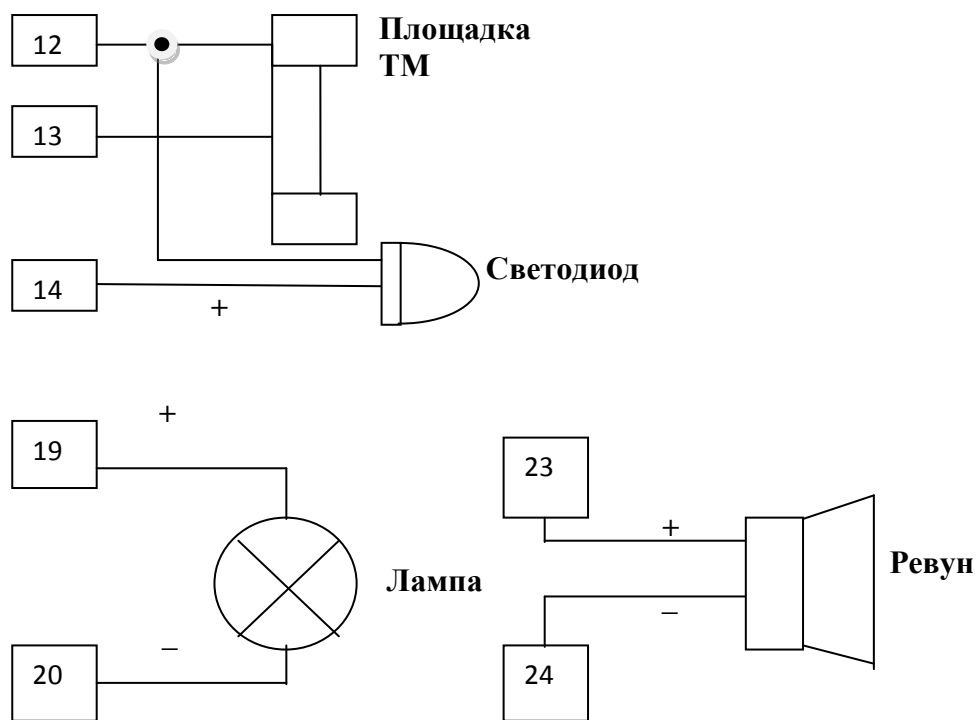

Рис. 6 Подключение ревуна и лампы к блоку сигнализации
3.3 Подключение ревуна и лампы (рис. 6). Ревун (12 Вольт, ток до 200 мА) подключается к контактам разъема 23 (плюс ревуна) и 24 (минус ревуна). Лампа (на напряжение 12 Вольт, ток до 200 мА) подключается к контактам разъема 19 (плюс лампы) и 20 (минус лампы).